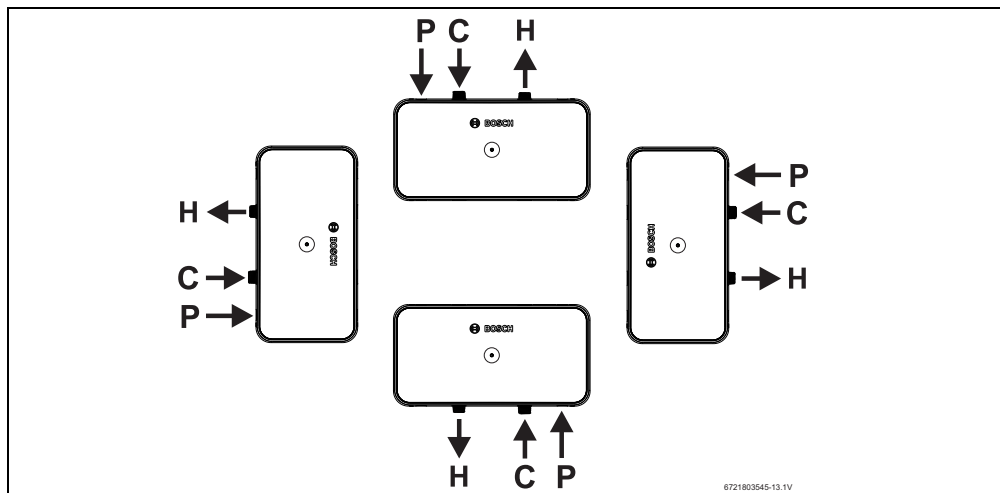

Fig. 13 Exemples d'installations
- Retirez la zone d'entrée de câble appropriée de la garniture inférieure. Voir fig. 13 pour les positions d'installation et points d'entrée de câbles acceptables.